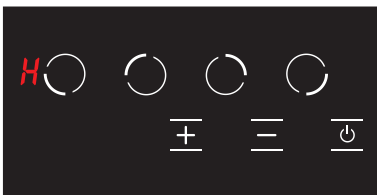

Abbildung 13
3. Wenn eine Kochplatte nach 20 Sekunden noch heiß ist, blinkt auf dem Display das Symbol **H**, bis die entsprechende Kochplatte unter +60 °C sinkt. (siehe Abb. 13) Wenn die entsprechende Kochplatte nicht heiß ist, erscheint nach dem Ausschalten der Kochplatte kein Symbol auf dem Display.